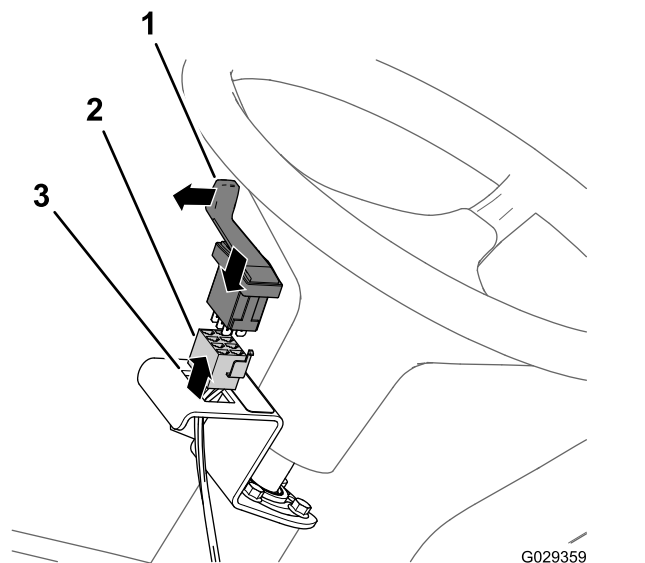

Рисунок 209
4. Вставьте переключатель в кронштейн и нажмите на него так, чтобы он надежно зафиксировался в отверстии до щелчка (**Рисунок 209**).